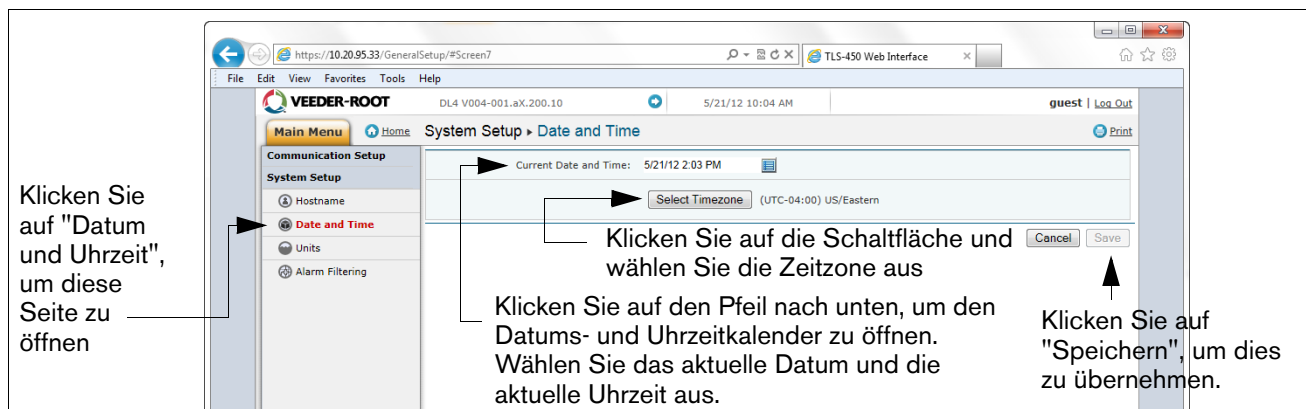

Abbildung A-11. Datum und Uhrzeit eingeben
13. Wählen Sie im Setup-Menü den Link "6SFW S V FL W" aus, um auf den Bildschirm "5gdWf 6SAW S V FL W" zuzugreifen (siehe Beispiel in Abbildung A-11.).